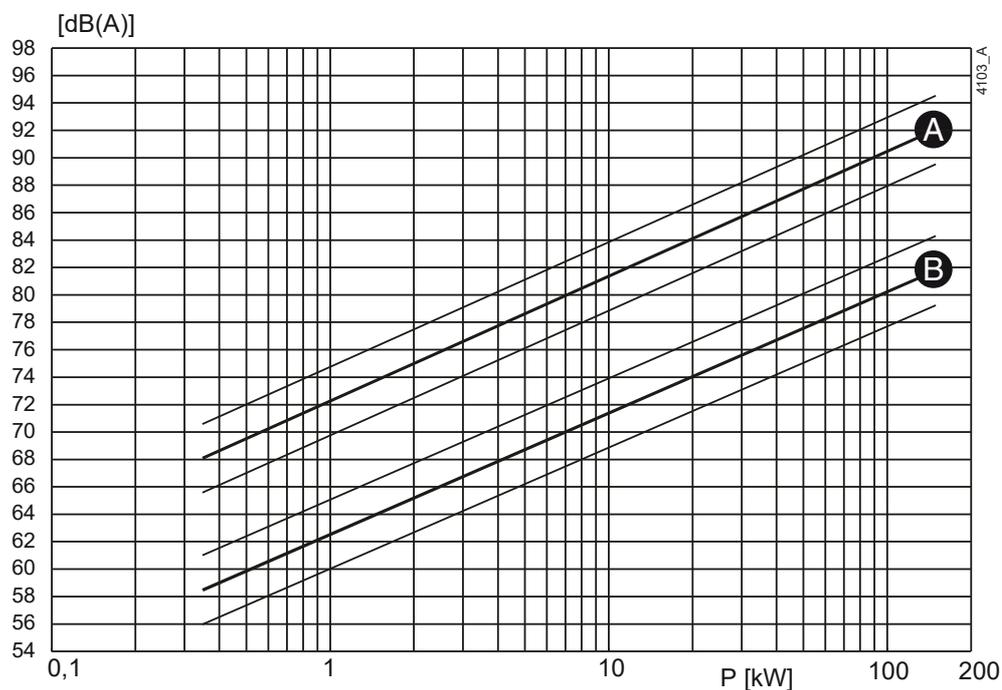
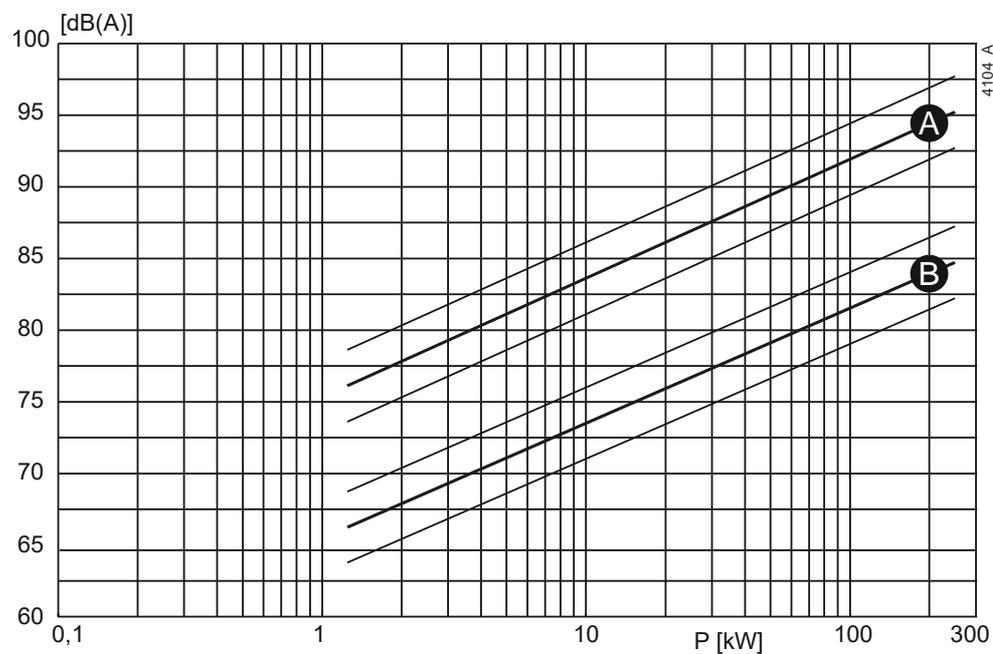

Figure 40: Niveau sonore en fonction de la puissance de la pompe [kW]
Figure 41: Niveau sonore en fonction de la puissance de la pompe [kW]
- 1 Déterminez le niveau sonore (L1) de la pompe, voir Figure 40 ou Figure 41.